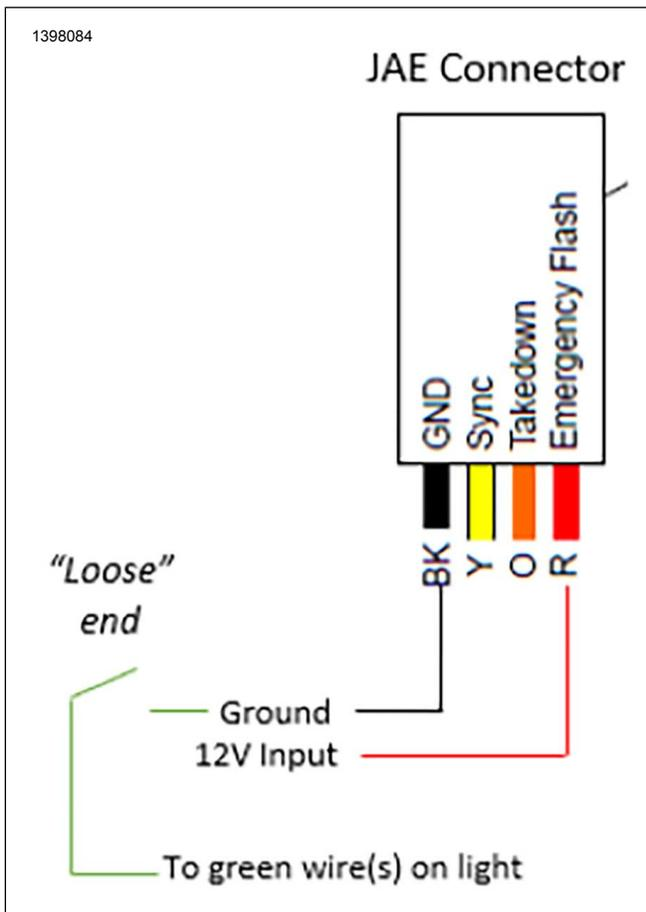

Figure 9. Configuration de la programmation de la couleur
1. Voir la Figure 9. Connectez la source d'alimentation 12 V au réseau de lumière (nécessite un fil fourni par le concessionnaire).
2. Voir la Figure 9. Dénudez les extrémités des fils VERTS sur la lumière.